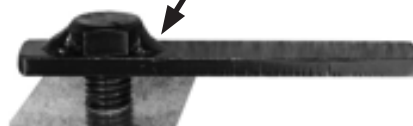

Fig. 4
Sélectionner (1) plaque de boulon de 12 mm et (1) attache en plastique de 12 mm. Insérer partiellement l'attache dans la plaque de boulon. Insérer la plaque de boulon dans le trou et la tourner à 90 degrés pour traverser la fente. (Fig. 4)
(1) Plaque de boulon de 12 mm x 40 mm